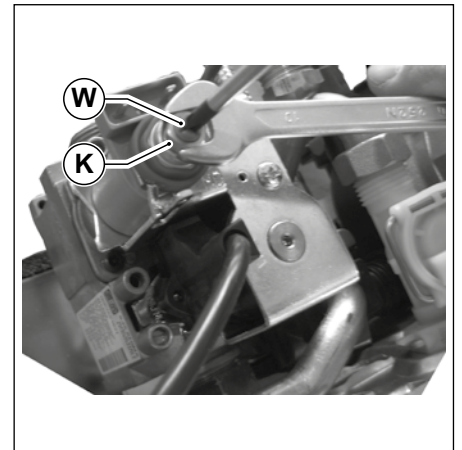

Рис. 41 Регулювання газового клапану
- Обертаючи гайку ПО ГОДИННИКОВІЙ СТРІЛЦІ **К** (дивись Рис. 41 Регулювання газового клапану) збільшується тиск на форсунках; обертаючи її ПРОТИ ГОДИННИКОВІЙ СТРІЛЦІ, зменшуючи тиск.
- Утримуючи гайку **К** у фіксованому положенні, за допомогою ключа на 10 мм, обернути гвинт **W** ПО ГОДИННИКОВІЙ СТРІЛЦІ, для збільшення тиску; ПРОТИ ГОДИННИКОВІЙ СТРІЛЦІ, для зменшення тиску (дивись Рис. 41 Регулювання газового клапану).